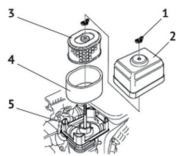

Рис. 5
- Открутить гайку-барашек (рис.5 поз.1);
- Снять крышку воздушного фильтра (рис.5 поз.2), аккуратно потянув ее вверх;
- Извлечь и осмотреть бумажный (рис.5 поз.3) и поролоновый (рис.5 поз.4).